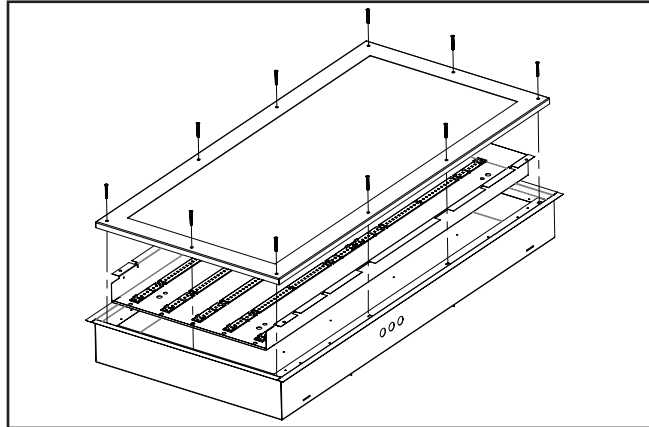
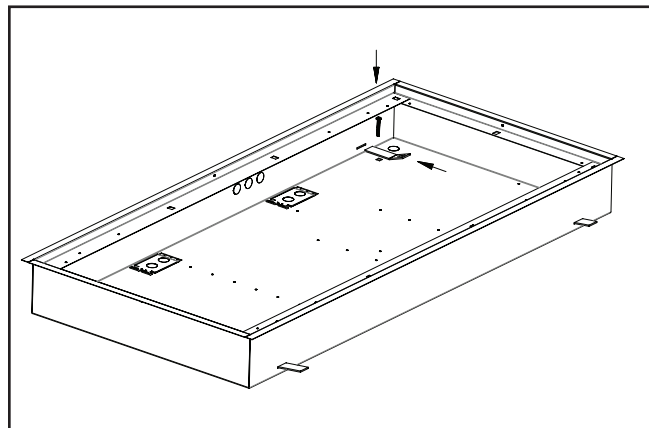
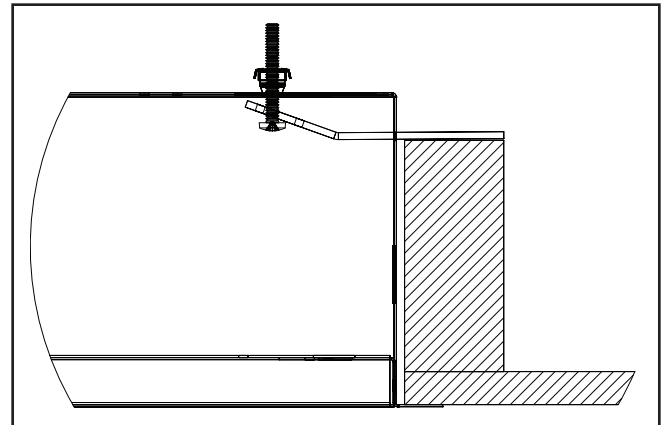

Figure 1.
Figure 2.
Figure 3.
Installez les supports de montage en retirant la porte et la plaque du panneau à DEL (Figure 1). Insérez les écrous à cage à l'arrière du boîtier (4 coins). Insérez le luminaire dans la découpe Sheetrock. Depuis l'intérieur du luminaire, faites glisser les quatre (4) supports dans les fentes situées sur les côtés du luminaire. Assurez-vous que les supports reposent sur la structure du plafond (Figure 3). Fixez les supports avec des vis à travers les écrous à cage du boîtier (Figures 2 et 2.1).